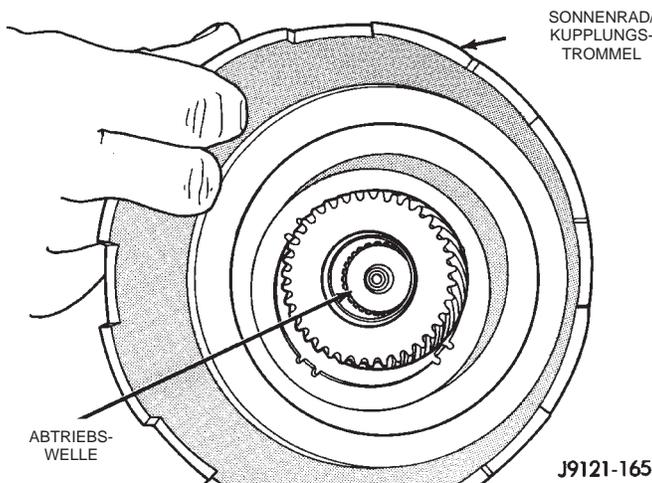

Abb. 157 Vormontierte Kupplungstrommel mit Sonnenrad auf Abtriebswelle montieren
(12) Vormontierte Kupplungstrommel mit Sonnenrad auf Abtriebswelle montieren (Abb. 157).